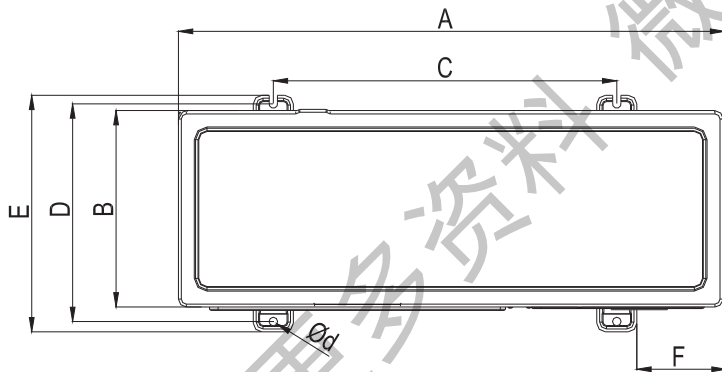

图7.1 地脚螺栓的位置
- (1) 使用地脚螺栓紧固室外机，使用附件提供的垫圈将室外机紧固到地脚螺栓上。
- (2) 当使用地脚螺栓紧固室外机时，紧固孔的位置如图7.1所示。